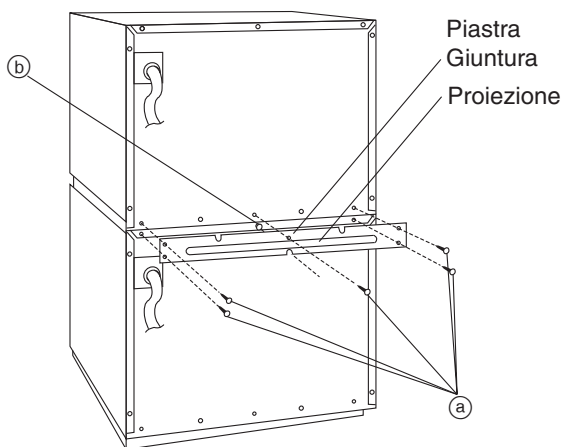

Fig. 1
1. Sovrapporre le unità e rimuovere le cinque viti (a) come indicato nella Fig. 1.